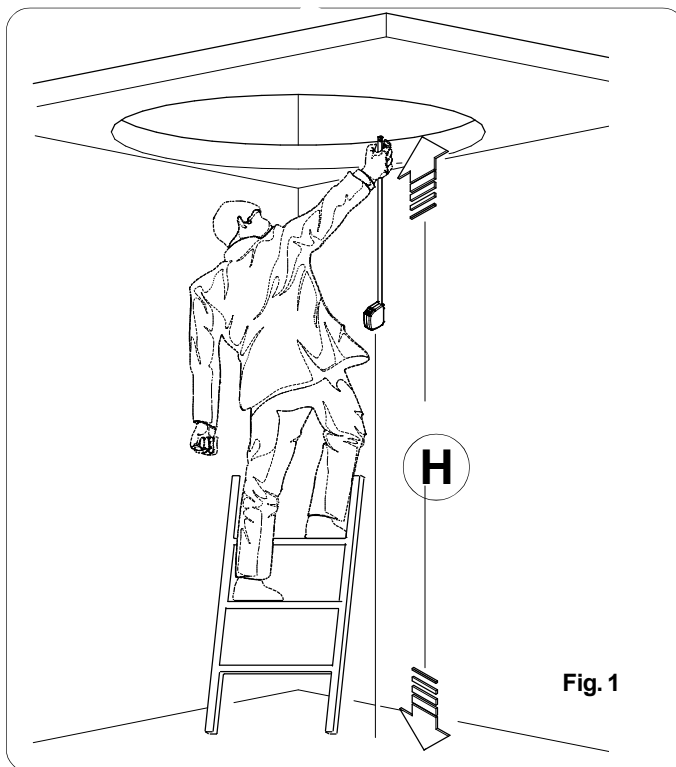

Fig. 1
- Rilevare la misura dell'altezza da pavimento superiore a pavimento inferiore "H". (Fig. 1)
- Measure the "H" height from the top ceiling to the bottom floor. (Fig. 1)
- Mesurer la hauteur entre le plancher supérieur et le plancher inférieur H. (Fig. 1)
- Determine la distancia del pavimento superior al pavimento inferior, "H". (fig. 1)